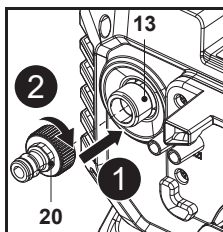

Fig. 6
Aliniaza șurubul adaptorului de admisie a apei (20) cu racordul de admisie a apei (13) pe spatele aparatului (Fig. 6, pașii 1, 2).